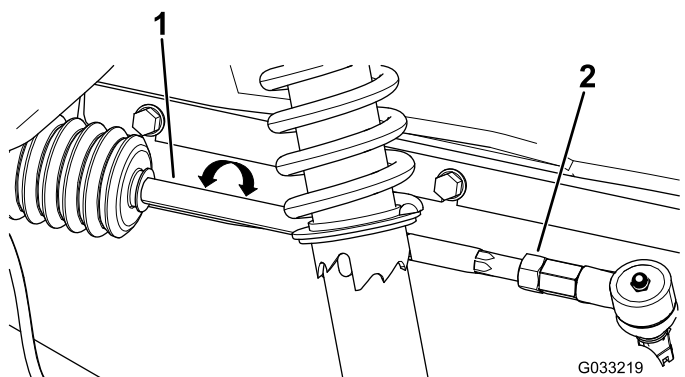

図 52
2. 前後の測定値の差が所定範囲03 mmにならない場合は、タイロッドの外側端部にあるジャムナットをゆるめて調整を行う 図 52。